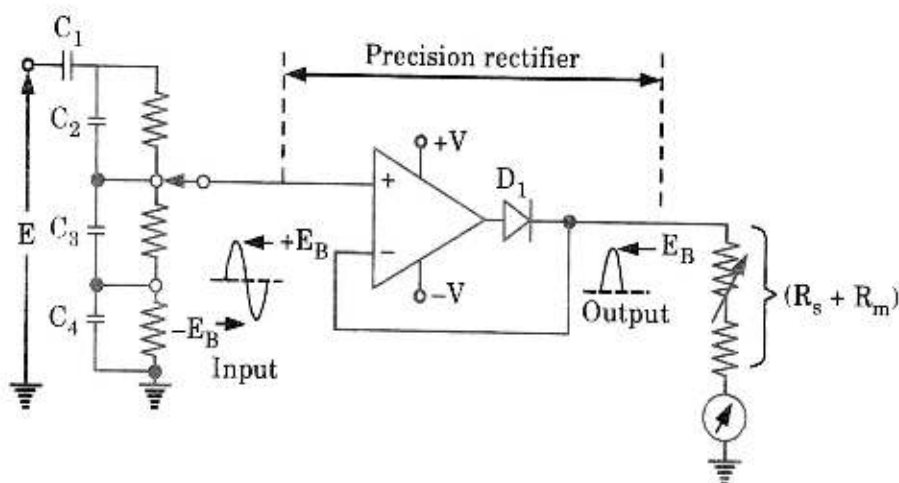

Fig. 2.7.2. AC electronic voltmeter using precision rectifier.
- Fig. 2.7.2 shows an AC electronic voltmeter using precision rectifier.